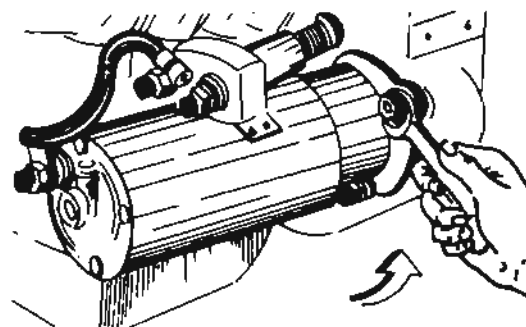

Fig. 8
- c Quite los tornillos de sujeción del motor de arranque (fig.8).